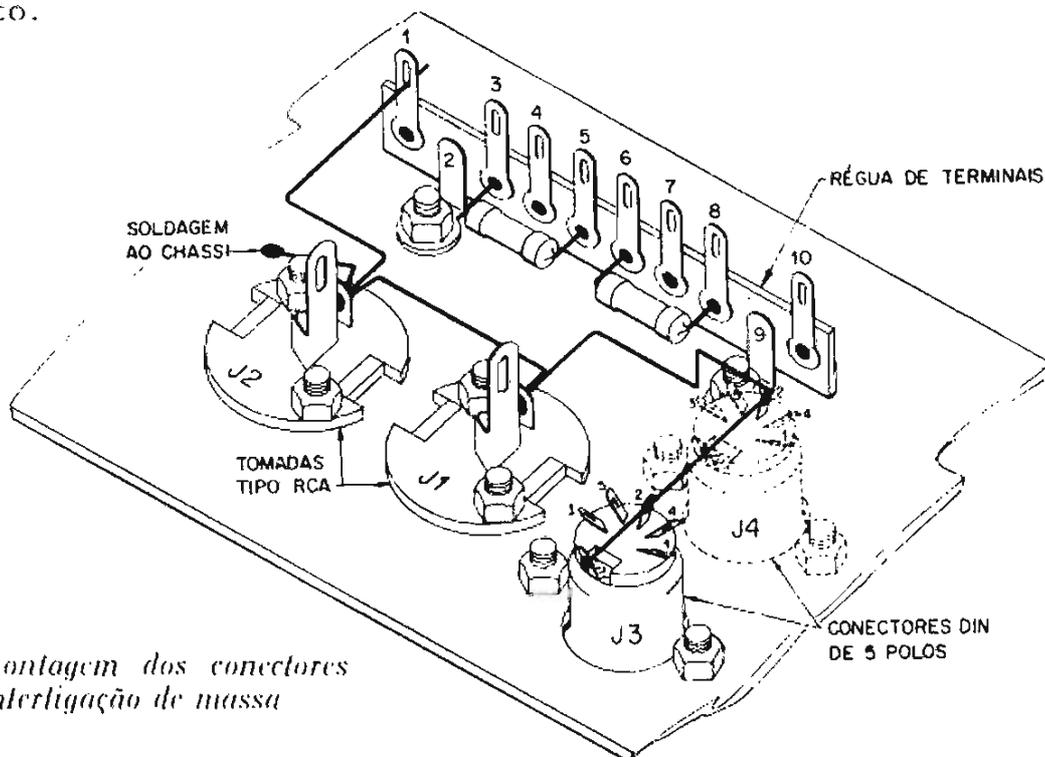

Figura 13 - Montagem dos conectores no suporte e interligação de massa
tina às conexões para gravador. (Oriente-se pela figura 13).
- 17 - Interligue por meio de fio nu, (15 cm) os terminais nº 2 e os de massa dos conectores DIN, as duas linguetas de massa das tomadas RCA, o terminal 1 (orifício superior) da régua de terminais, e o próprio chassis. (Raspe e lixe a região de soldagem ao chassis). Solde todos os pontos, com exceção do terminal 1 (figura 13).